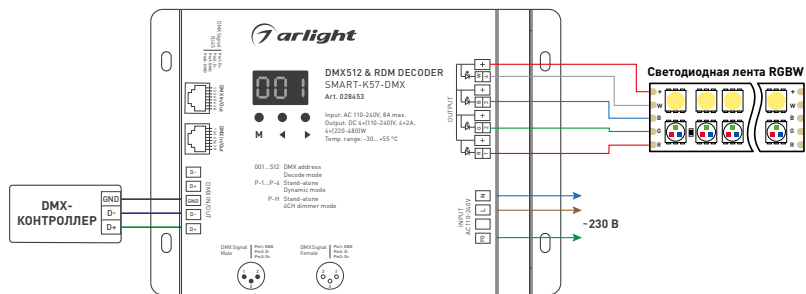

Рис. 1. Подключение декодера SMART-K57-DMX
- 3.2. Подключите контроллер согласно схеме (рис. 1).